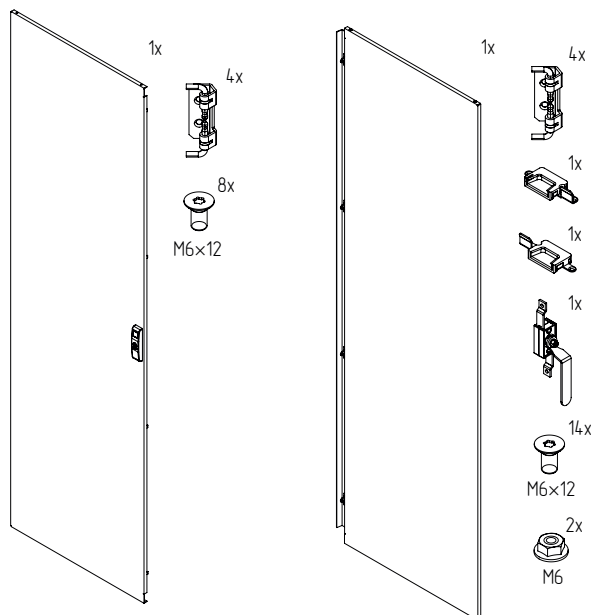

Рисунок 30
4.11.2 Проверить комплектность (рисунок 30).